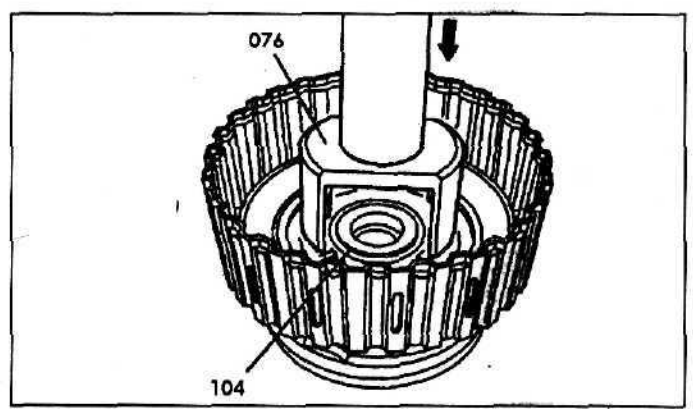

Рис. 70.
3. Удалите стопорное кольцо (84b) из внутреннего барабана блокировочной муфты К1 (84) и эпициклическое колесо (84а) переднего планетарного ряда, повернув его для этого на 18° - 23°.
4. Удалите ведущий вал с барабаном блокировочной муфты К2 (100).
5. Снимите упорный игольчатый подшипник (85).
6. Удалите стопорное кольцо (106) из внешнего барабана блокировочной муфты К2.
7. Удалите тарельчатую пружину (107) и фрикционные диски (105). Проверьте фрикционные диски на предмет их подгорания и износа.
8. Установите приспособление (076) на упругое кольцо (103) и надавите на него так, чтобы освободить стопорное кольцо (104) (рис. 70).
9. Удалите стопорное кольцо (104).
10. Удалите внешнего барабана тарельчатую пружину (102) и поршень (101).